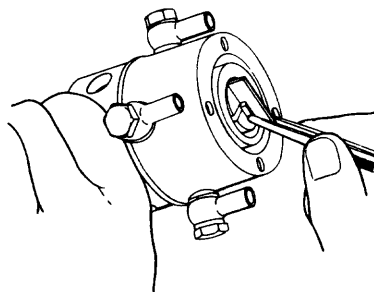

Fig. 2
- b Retire las paletas, el sello y el anillo excéntrico (fig. 2).